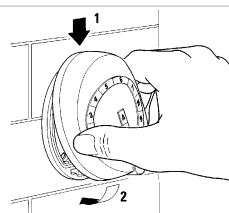

Fig. 4
- Accrocher le sélecteur numérique au support fixé au mur en faisant pivot sur la partie haute du support. Fig.4